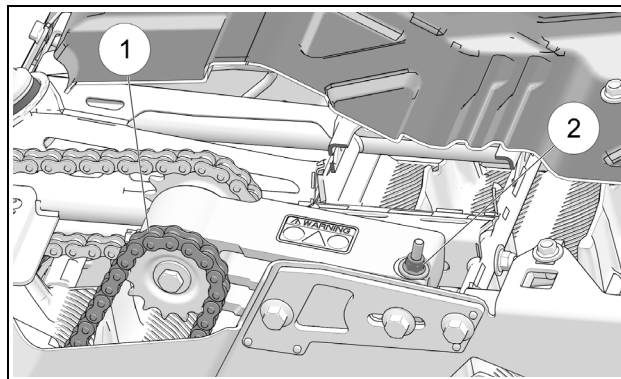

Figure 9
- Ajuster ensuite la tension de la chaîne d'entraînement secondaire (1) en tournant l'écrou (2) de l'ajustement vertical du tendeur de chaînes. Voir la Figure 9.